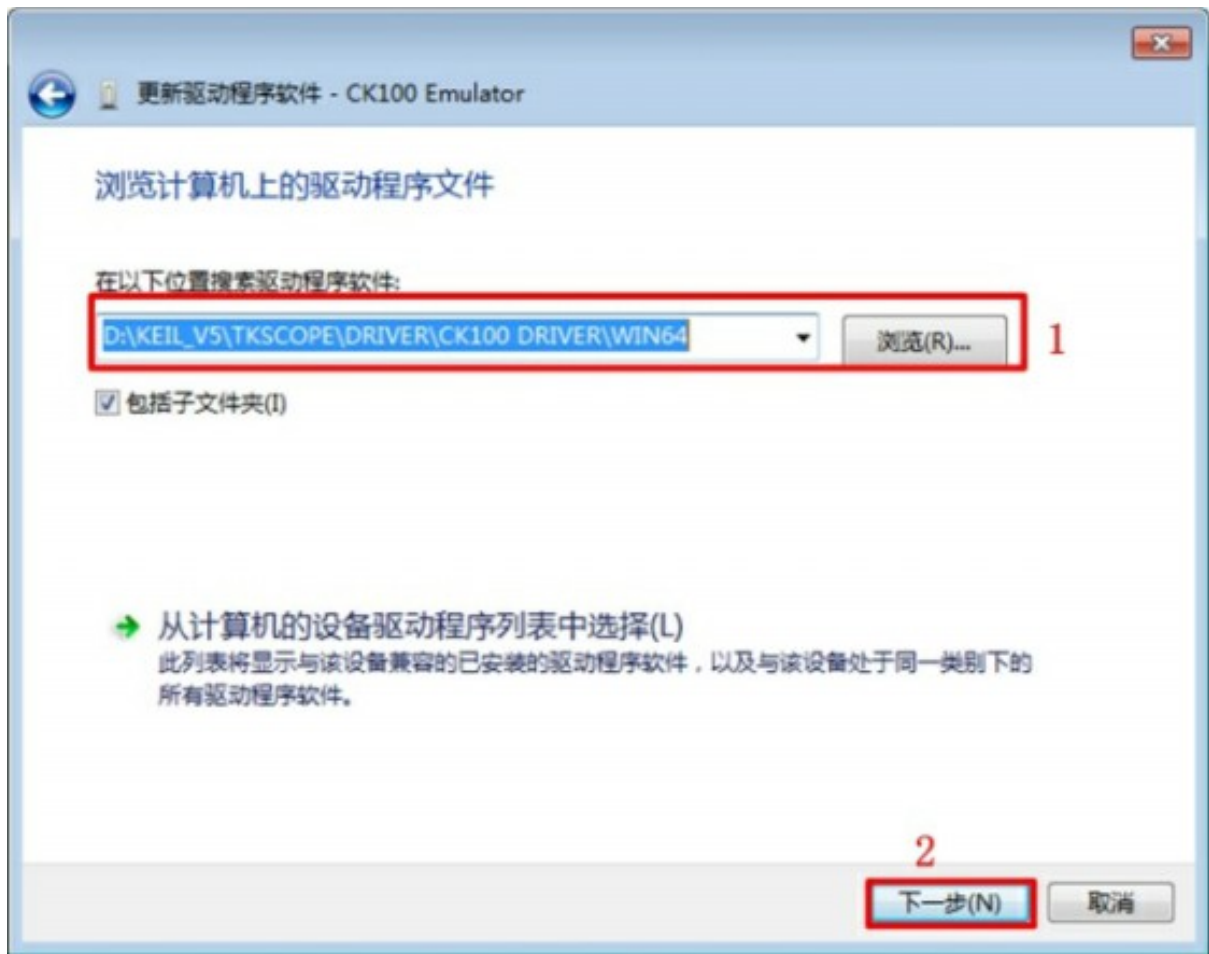

图 48: 选择驱动程序路径
(4) 接着设置驱动程序路径，如 图 48 所示，填入 TKScope 安装目录下相应驱动程序的路径即可，也可以选择【浏览】找到驱动程序的目录。这里设置为 D:\Keil_v5\TKScope\Driver\CK100 Driver\Win64，如果是 32 位系统，则最后的路径应该是 Win32。选择路径后，直接点击【下一步】进入驱动安装，等待安装结束即可。